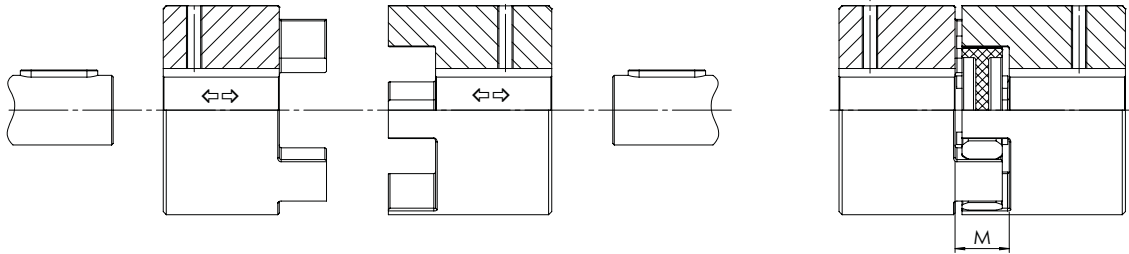

Figura 4.2 – TRASCO® ES: montaggio GESF
- Montare i mozzi sull'albero motore e condotto (vedi FIGURA 4-2)
- Avvicinare motore e utilizzatore fino all'ottenimento della quota M (vedi FIGURA 4-2 e TABELLA 4.1 - QUOTA M)